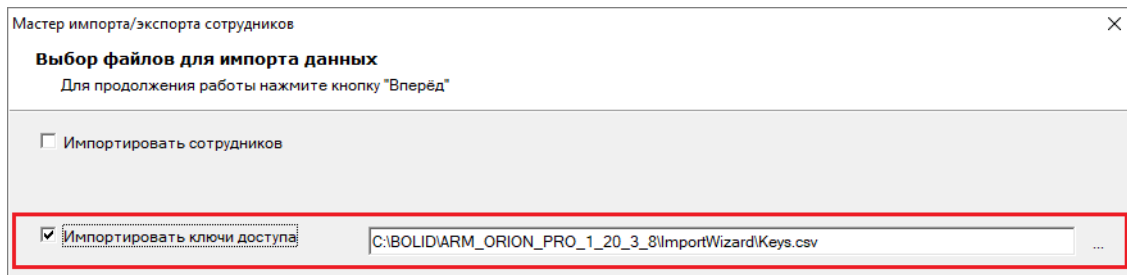

Рисунок 15-13 Выбор импорта данных идентификаторов
- **Импортировать ключи доступа**⁷² – установите флаг напротив этого параметра, чтобы выбрать для импорта в БД из файлов данные идентификаторов. После установки флага (см. Рисунок 15-13) станет доступно поле для определения адреса файла, из которого будет осуществляться импорт данных (по умолчанию – файл «Keys.csv» в папке «ImportWizard», расположенной в каталоге с установленным АРМ «Орион Про»);